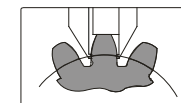

Fig.4
- Mova o calibrador para fazer com que a mandíbula do vernier horizontal entre em contato com o lado esquerdo da engrenagem medida. Gire a roda de ajuste fino para mover a mandíbula e fazer com que a outra mandíbula entre em contato com o lado direito (Fig. 4), aperte o parafuso de travamento, retire o paquímetro e obtenha a espessura da corda.